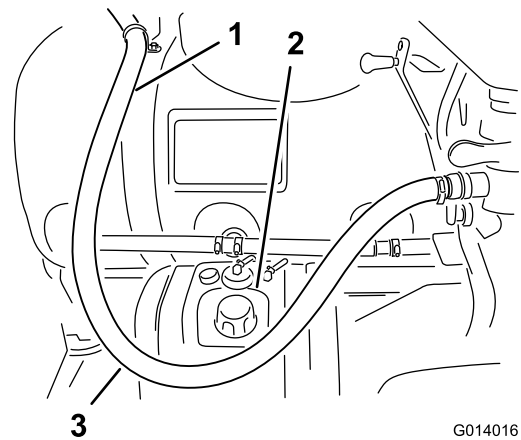

**Figura 18**
2. Instale a outra extremidade do tubo à abertura virada para a frente do misturador utilizando uma junta e uma braçadeira de tubos (Figura 18).